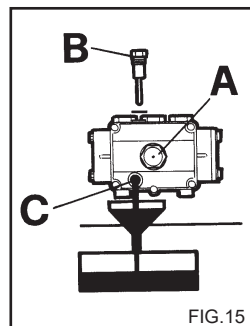

FIG. 15
2) Dévisser la tige de contrôle de niveau (fig. 15).